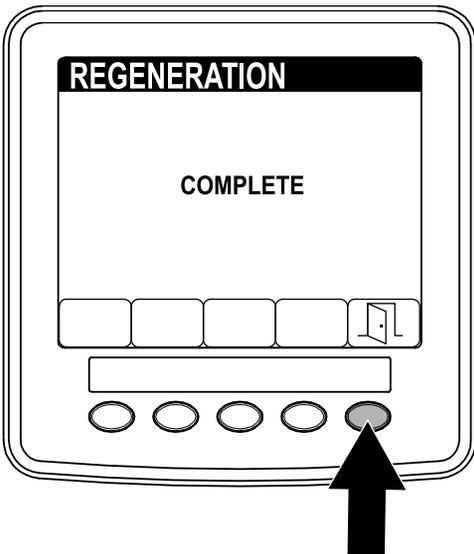

Figura 71
5. Al termine della rigenerazione, sull'Infocenter viene visualizzata la schermata COMPLETE (Completa). Premete il pulsante 5 per tornare al menu SERVICE (Manutenzione) (Figura 71).